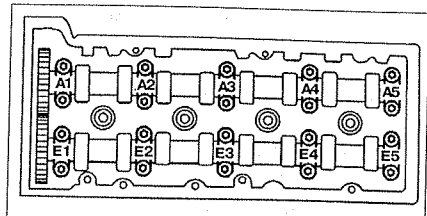

Рис. 5.23. Маркировка крышек подшипников распределительных валов.
15. Установите крышки подшипников 8 в порядке, обратном снятию. Каждая крышка имеет свою маркировку (см.рис.5.23). **Маркировка подшипников левого распределительного вала, начиная с передка: E1-E5. Маркировка подшипников правого распределительного вала, начиная с передка: A1-A5.**